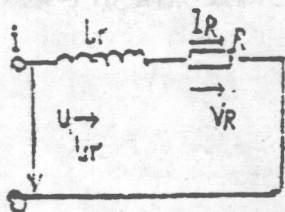

图 2-1
1、日光灯电路中的镇流器是一个感性元件(相当于 L 与 R_L 的串联, 灯管点燃后相当于一个电阻 R , 所以日光灯的等效电路是一个感性电路, 如图 2-1 所示, 此电路中各量之间有以下关系: